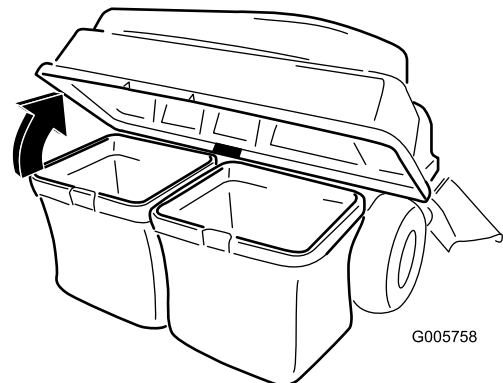

Bild 15
4. Heben Sie die Abdeckung des Heckfangsystems an (Bild 15).